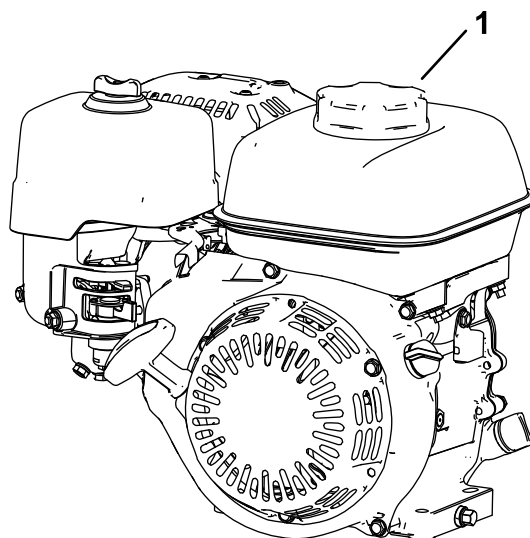

Рисунок 12
3. Очистите области вокруг крышки топливного бака и снимите ее (Рисунок 12).